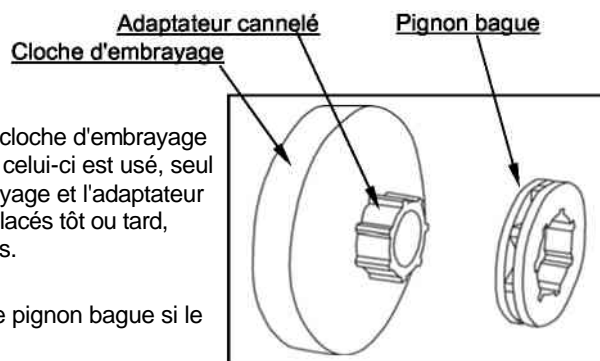

Fig. 2
- Un système de pignon bague (Fig. 2) consiste en une cloche d'embrayage avec adaptateur cannelé et un pignon bague. Lorsque celui-ci est usé, seul le pignon bague doit être remplacé. La cloche d'embrayage et l'adaptateur sont également des pièces d'usure et devront être remplacés tôt ou tard, mais ils autorisent en général l'utilisation de 3 à 5 bagues.